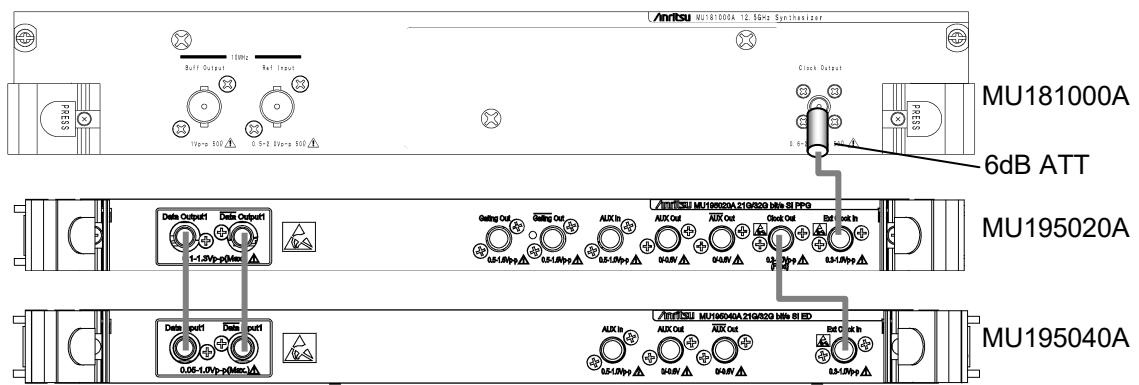

図8.3.1-1 動作周波数範囲試験の接続図
4. 図 8.3.1-1 に従って、測定器のケーブルを接続します。
機器の接続方法は図 8.3.1-1を参考にしてください。
機器の接続方法は、図 8.3.1-1を参考にしてください。